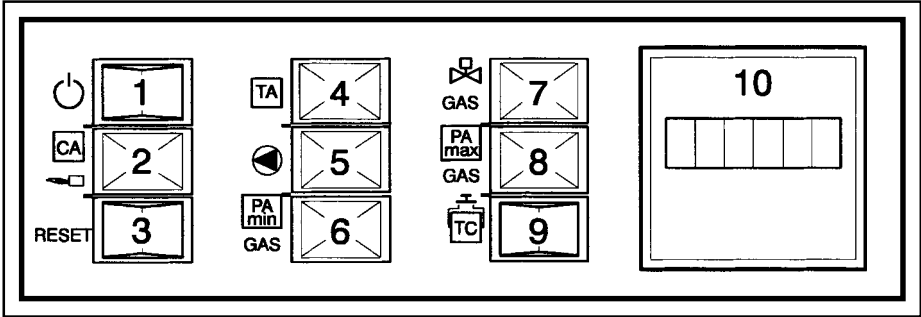

Рис.27. Панель управления
- e. Микроамперметр с пределами измерения от 0 до 50 мкА включите последовательно в цепь обнаружения пламени. При измерении ионизации главная горелка должна оставаться выключенной. Для того, чтобы добиться этого, отсоедините сетевой газовый клапан путем удаления электрической перемычки. Присоедините черный провод (-)(1) микроамперметра к разъему ионизирующего электрода (2) на котле (рис. 27). Присоедините красный провод (+)(3) микроамперметра к ионизирующему колпачку (4). При ионизации вспомогательной горелки показание должно быть не менее 5 мкА в течение 10 секунд, после чего горелка блокируется системой обнаружения пламени. Восстановите первоначальное состояние проводников, подключаемых к главному газовому клапану. Повторите операцию контроля, включив максимальный режим работы котла. Убедитесь в том, что показание микроамперметра составляет по меньшей мере 5 мкА после 10 секунд.